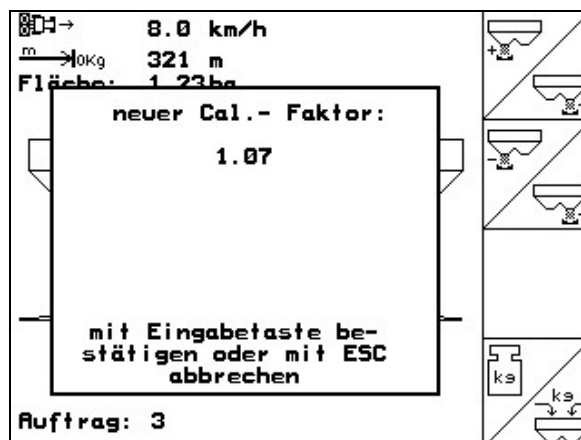

Рис. 36
7. На дисплее появляется новый коэффициент калибровки. Его можно подтвердить, нажав , или отменить нажатием (Рис. 36).